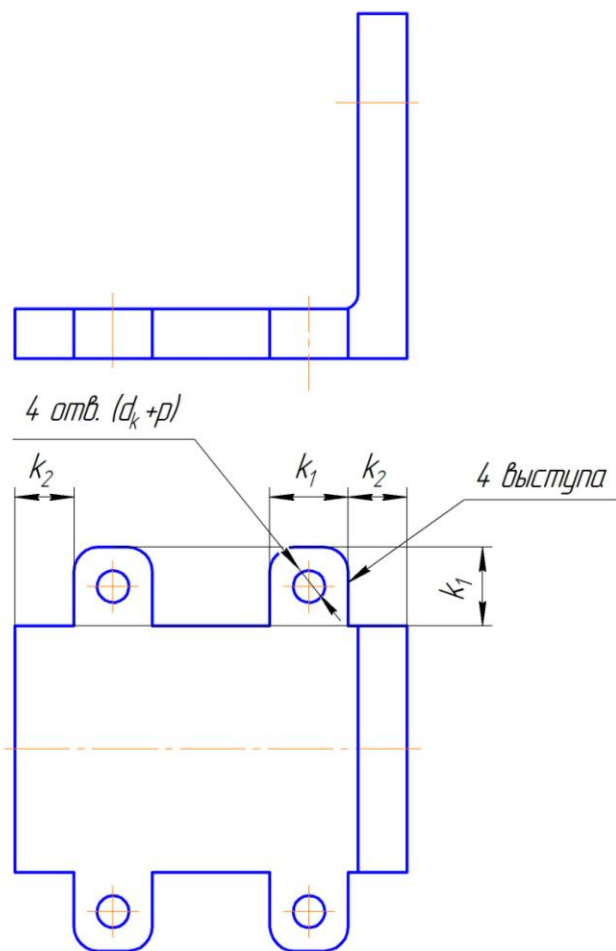

Рис. 8 Схема 1 креплений правой стойки
1. Построить трехмерные модели левой и правой стоек в соответствии со схемой их компоновки, показанной на рисунках 1-7, схемой крепления правой стойки (рис. 8 -11) и данными, указанными в таблице 1.